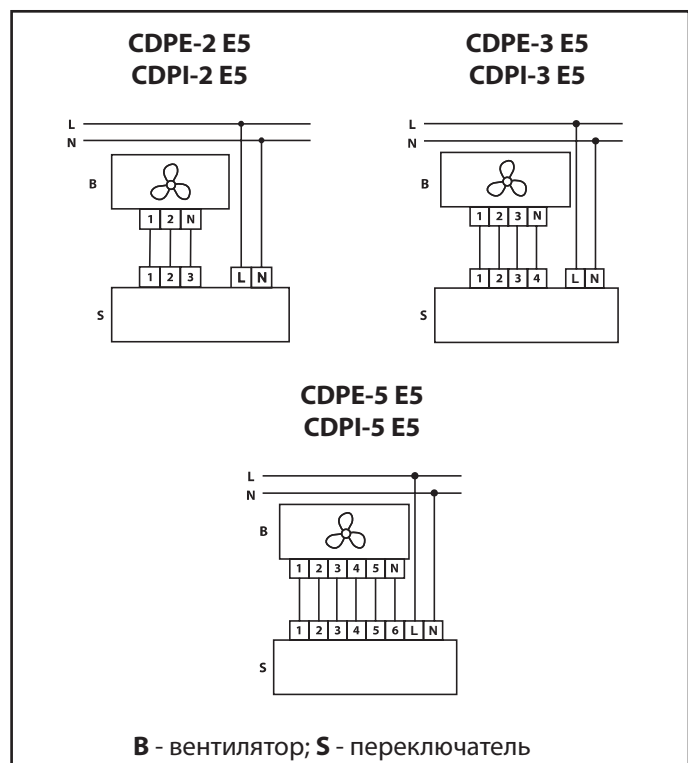

Рис. 4. Схема подключения переключателя
- 9) Подключите провода к клеммникам согласно схеме подключения (рис. 4);
- 10) Подключите провода к клеммникам согласно схеме подключения (рис. 4);
Подключение переключателя к многоскоростным вентиляционным установкам или вентиляторам производится согласно схеме, указанной на рис. 4.